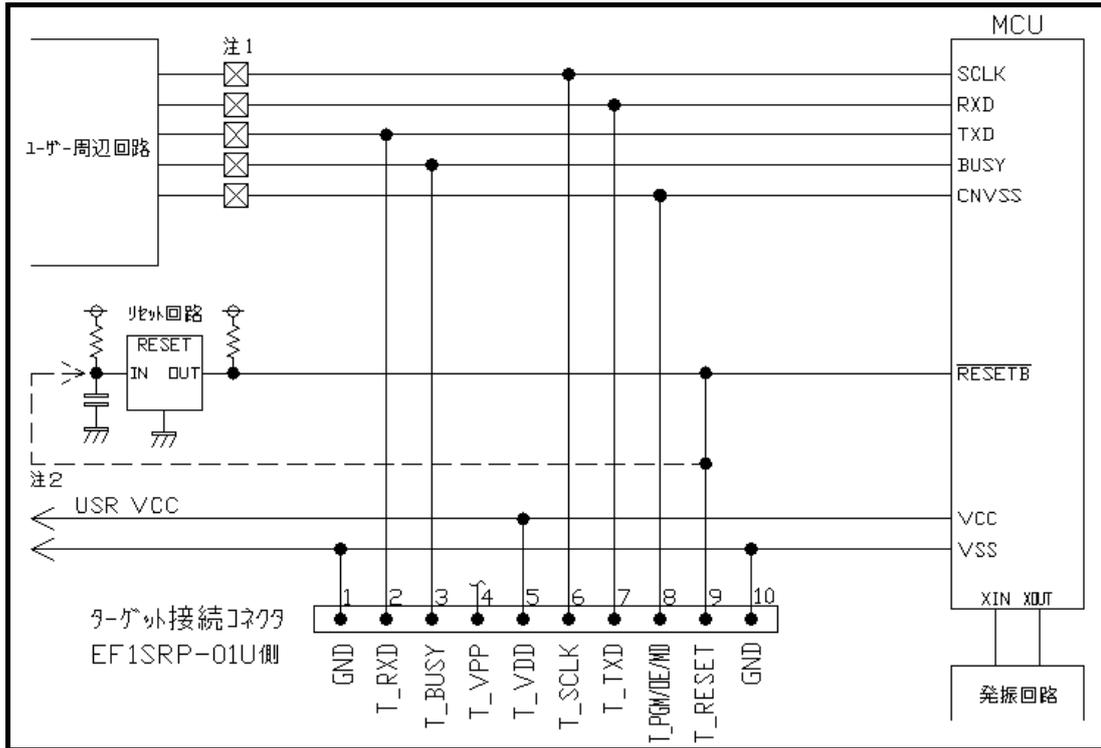

図3. 1 ユーザーターゲット推奨回路図
(1) ユーザーターゲットMCU推奨回路を図3. 1に示します。